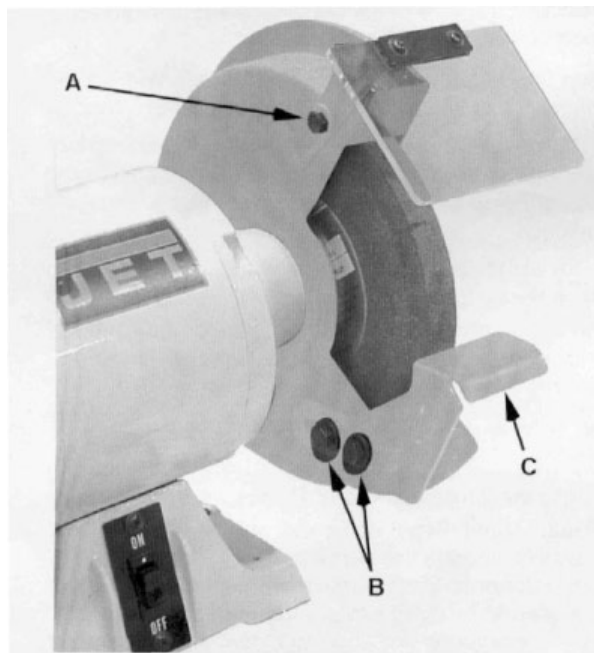

Рисунок 4
1. Ослабьте винты (А, Рис. 4).
1. Ослабьте винты (В, Рис. 4) при помощи 12 мм гаечного ключа.